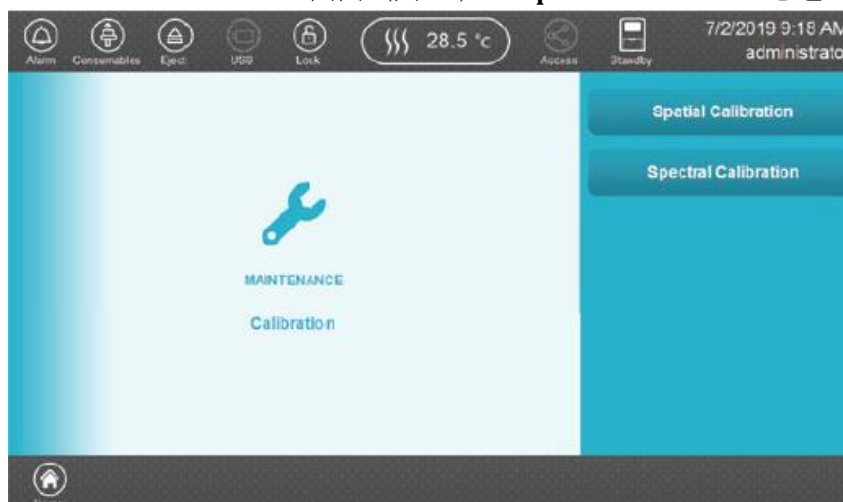

図 44 Maintenance Calibration 画面
1. Main Menu（図 9）の maintenance の区画にある **Calibration** を選択し、次に Maintenance Calibration 画面（図 44）の **Spatial Calibration** を選んでください。
2. Main Menu (図 9) の maintenance の区画にある Calibration を選択し、Maintenance Calibration の画面 (図 44) の **Spectral Calibration** を選んでください。